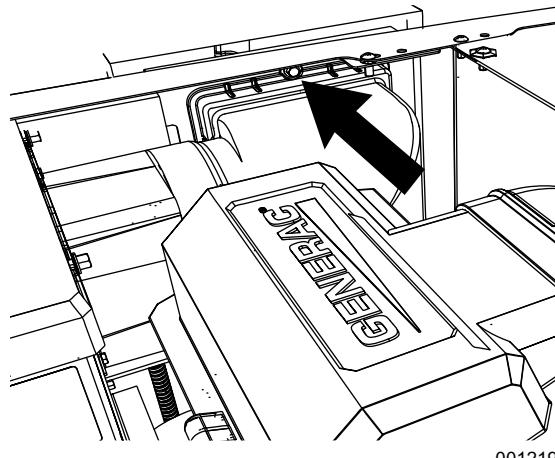

Figure 4-12. Retrait de la vis de fixation du filtre du régulateur de tension automatique
1. Voir la **Figure 4-12**. Dévissez la vis pour libérer le boîtier du filtre du régulateur de tension automatique (AVR) du panneau arrière.
2. Voir la partie A de la **Figure 4-12**. Dévissez la vis pour libérer le boîtier du filtre du régulateur de tension automatique (AVR) du panneau arrière.